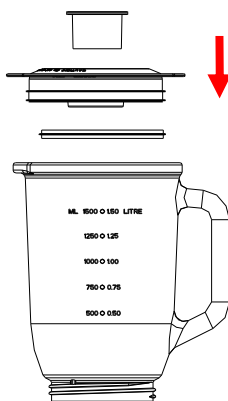

Fig.4
- 3.2 Reposicione o conjunto do jarro com a sua abertura virada para cima. Enrole o anel de vedação 1 em torno do fundo da tampa e coloque a tampa no conjunto do jarro. Coloque o copo medidor exatamente sobre a tampa; para tal, encaixe a pequena saliência em ambos os lados do copo nas ranhuras da tampa e rode no sentido horário até estar devidamente apertado (Ver Fig. 4).